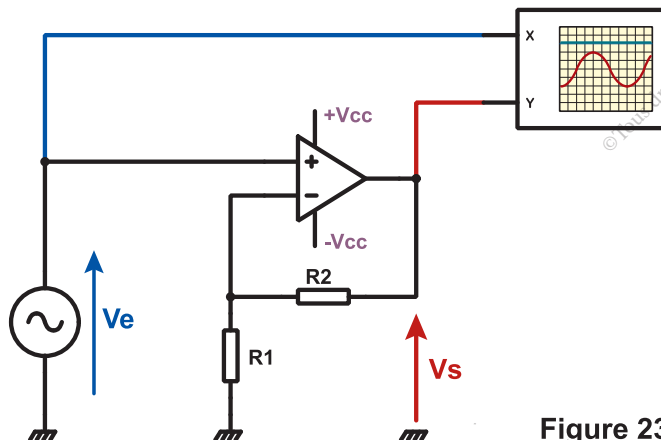

Figure 23
1.1. A l'aide d'un logiciel de simulation, d'un simulateur ou d'une maquette, câbler le montage de la figure 23.